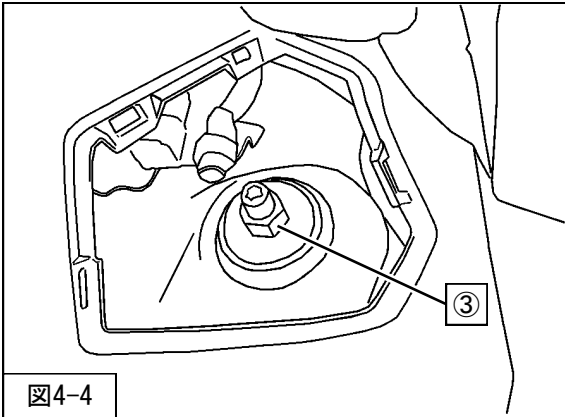

図4-4
6. ④ブレーキホースクリップを取付けてください。(図4-4)